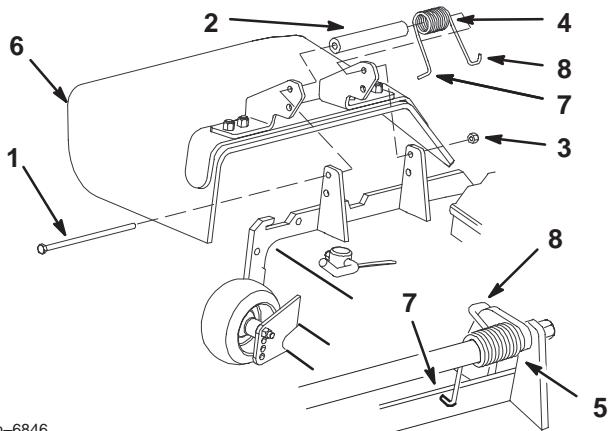

Figure 78
1. Retirez le contre-écrou, le boulon, le ressort et l'entretoise qui fixent le déflecteur aux supports de pivot (Fig. 78). Enlevez le déflecteur s'il est endommagé ou usé.
Remarque : Prenez soin de placer l'extrémité en L du ressort derrière le bord du plateau avant de mettre le boulon en place, comme indiqué à la Figure 78.
3. Remettez le boulon et l'écrou. Accrochez l'extrémité crochue en J du ressort au déflecteur d'herbe (Fig. 78).